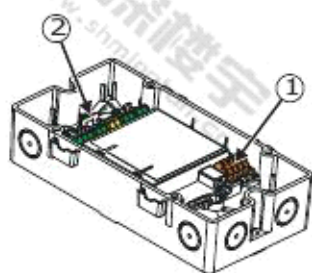

图 3
- 安装在保护盒内 (图 3)
2. 先将接有橙色端子的一端插入模块，再将整个模块按紧 (图 3)。